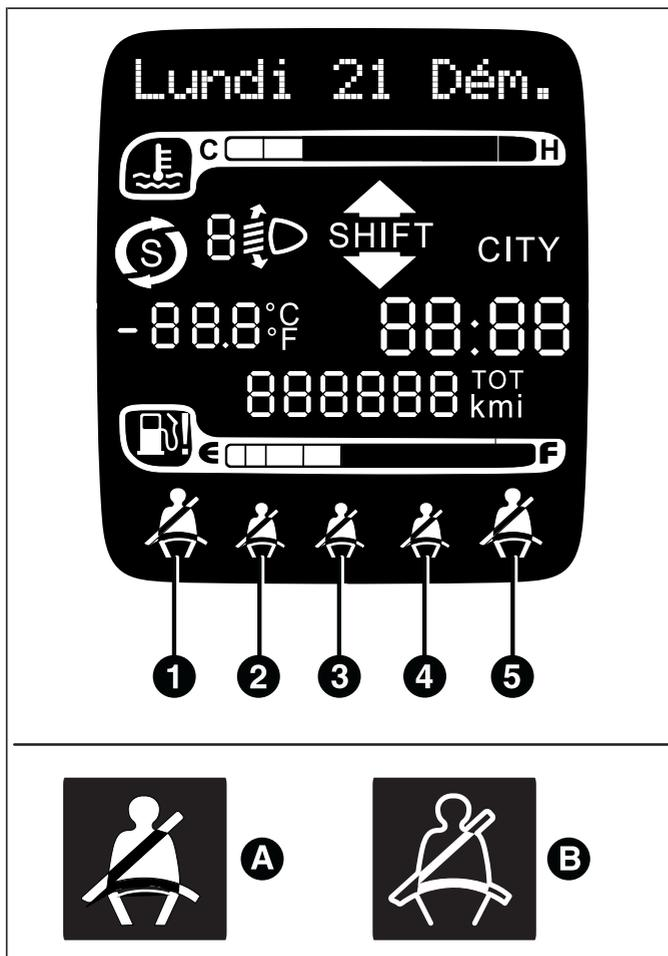

fig. 92
Il est composé d'un dispositif qui, au moyen de l'allumage de l'icône  sur le combiné de bord et en émettant un signal sonore intermittent, avertit le conducteur et le passager avant que leurs ceintures de sécurité ne sont pas bouclées. L'icône A  fig. 92 indique que la ceinture de sécurité n'est pas bouclée. L'icône B  fig. 92 indique que la ceinture de sécurité est bouclée.
Si la ceinture est de nouveau déboutlée en cours de route, le signal sonore reprend (voir la description précédente) et l'icône A  fig. 92 s'allume.
En ce qui concerne les places arrière, le signal s'enclenche dès que l'une des ceintures est débouclée, accompagné de trois signaux acoustiques (icône A  fig. 92). En cas de changement d'état d'une ceinture de sécurité quelconque (AV ou AR), aussi l'état des autres ceintures (AV ou AR) sera en tous cas signalé.
Si plusieurs ceintures sont débouclées, le signal visuel (icône A  fig. 92) s'affiche et s'arrête de façon indépendante pour chacun des témoins. Le signal change d'apparence (icône B  fig. 92) quand on reboucle sa ceinture de sécurité.
**ATTENTION** Quand on tourne la clé de contact sur la position MAR, si toutes les ceintures (avant et arrière) sont déjà bouclées, les icônes resteront en position B  fig. 92 pendant 30 secondes.
**ATTENTION** Quand on tourne la clé de contact sur la position MAR, les icônes correspondant aux ceintures bouclées resteront en position B  fig. 92, tandis que les icônes des ceintures détachées se présenteront comme la position A  de fig. 92. Au cas où la dernière ceinture serait aussi bouclée, les icônes resteront en position B  fig. 92 pendant 30 secondes puis s'éteindront.